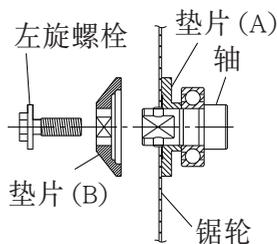

图 26
- (1) 彻底清除积在心轴，螺栓和垫片处的锯末。
- (2) 如图 26 所示，带有突出中心，直径与锯轮的内径相同的垫片 (A) 和垫片 (B) 凹入侧须安装在锯轮侧。
- (3) 为了确保锯轮的旋转方向正确，锯轮上的箭头方向必须与电锯罩上的箭头方向一致。
- (4) 用手指尽量拧紧固定锯轮的左旋螺栓，然后按下锁定杆，锁定心轴，并完全拧紧左旋螺栓。